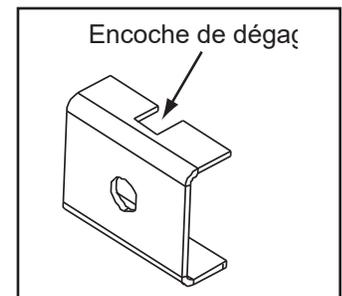

Figure 25.3
- e. Chaque pince possède une encoche de dégagement pour accorder de la place pour la fonte sur le bossage. Placez les pinces par dessus le bossage afin que l'encoche puisse faire face au bord extérieur de l'encadrement. **Figure 25.3**